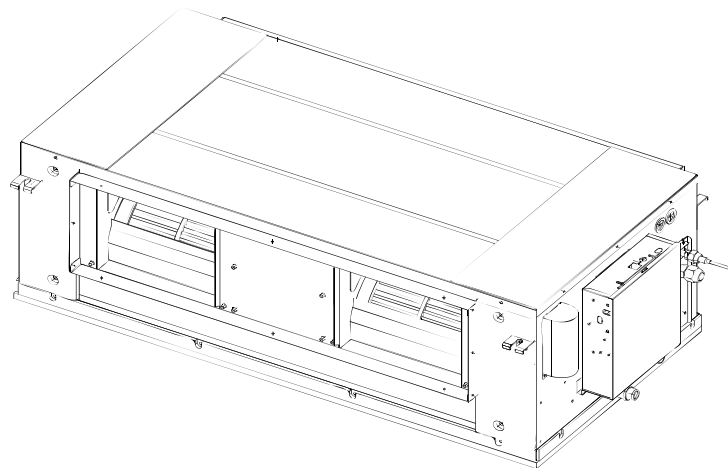

Рис. 4-15
1. Общий вид блока показан на рис. 4-15.